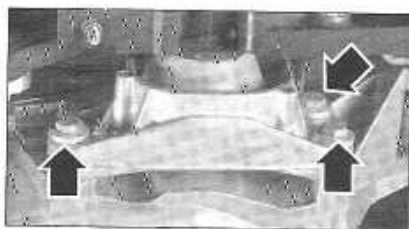

FIGURE 1-17
- Dévisser les vis de fixation du siège de butée (figure 1-17)